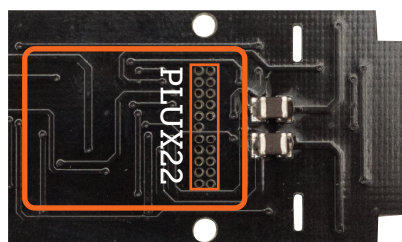

figura 4, connettore plux 22 visto dal lato posteriore del pcb con simulazione ingombro decoder
- Impianti digitali: utilizzare un decoder digitale con interfaccia Plux12 / Plux16 / Plux22 da posizionare sulla parte posteriore del PCB (opposto al connettore) vedi figura 4.